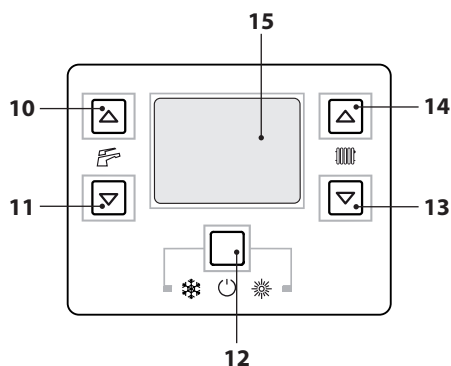

Figura 6.5
- Mantenga pulsado durante 2 segundos el botón 12 hasta que aparezcan en el display los símbolos  y  (Figura 6.5).
- Apague la caldera manteniendo pulsado durante 2 segundos el botón 12(Figura 6.5) hasta que aparezca en el display LCD el símbolo  (los guiones se encienden en secuencia para simular un desplazamiento) (Figura 6.4).